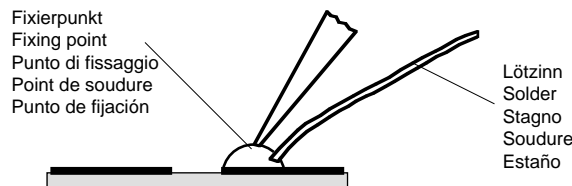

Fig. 3
3. Schritt: Lötspitze von Löttrückständen säubern. Lötperle anbringen (Fig. 3).
3. Pulire il punto dai residui di saldatura. Applicare una goccia di stagno (Fig. 3).
3. step: Remove possible residues from the soldering point. Then apply a solder bead (Fig. 3).
3. Aspirer les restes de soudure sur le circuit. Poser une pointe de soudure (Fig. 3).
Tercer paso: Limpiar el punto de soldadura de residuos de la soldadura anterior. Poner una gota de estaño (Fig. 3).